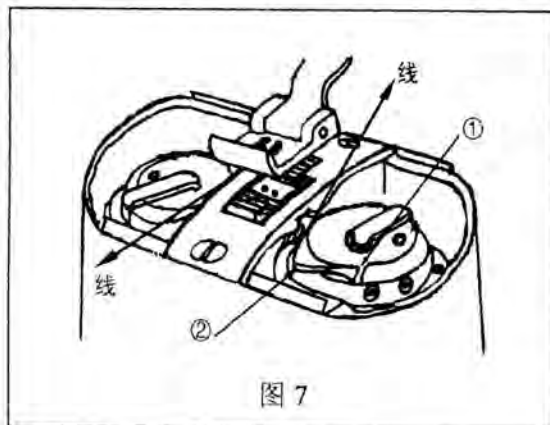

图 7
- 1) 如图 7，将引出的 5cm 线穿过旋梭沟槽①中，再从下面穿过并向外引出，将线端放置在外。